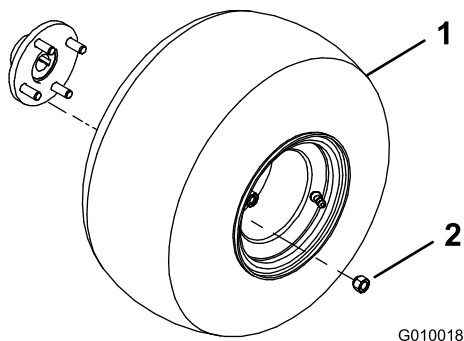

図 3
2. 後ホイールハブにホイールアセンブリを取り付ける 図 3。
3. ラグナット 図 3 を取り付けて、6175N・m (6.27.6kg・m=4555 ft-lb) にトルク締めする。